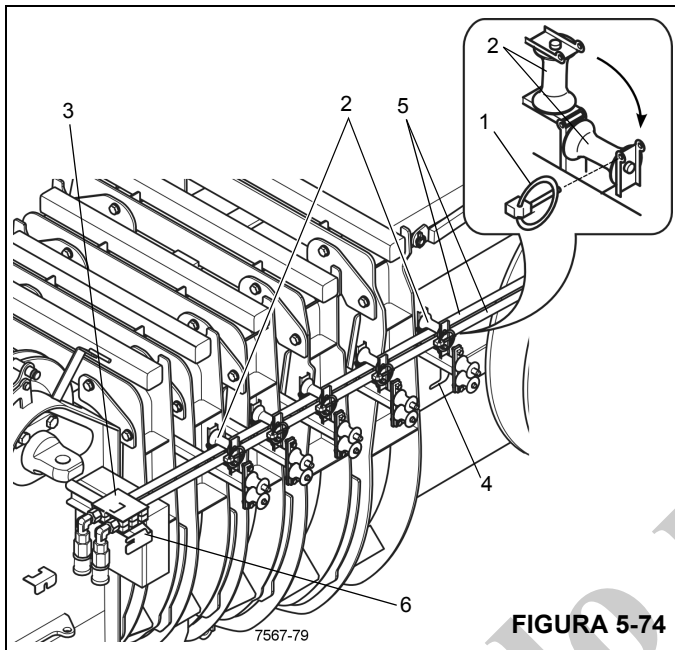

FIGURA 5-74
2. Retire los pasadores abisagrados (1, Figura 5-74) y pliegue las poleas guía (2).
3. Retire la protección contra tirones (3) de su escuadra de montaje de la pluma principal (4) y tire de las mangueras hidráulicas (5) hacia la punta de la pluma.
4. Enganche la protección contra tirones en la escuadra de montaje de la punta de la pluma principal (6).
5. Baje las poleas guía (2) y asegúrelas con los pasadores abisagrados (1).